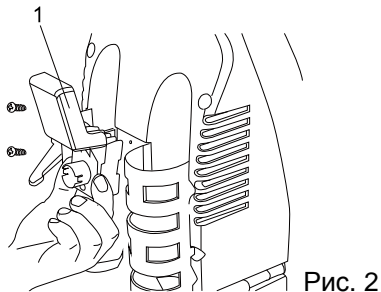

Рис. 2
Присоедините крюк для крепления кабеля (1) к корпусу машины, зафиксируйте его с помощью двух винтов (Рис. 2)